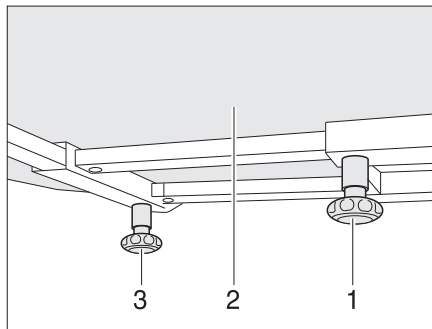

Bild 96 Fast bord
- Lossa den räfflade skruven (Bild 96,1).
- Förskjut bordsskivan (Bild 96,2) till önskad position.
- Lossa den räfflade skruven (Bild 96,3).